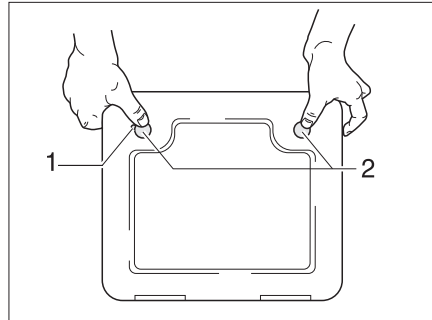

Bild 385 Klappe für die Toiletten-Kassette
- Die Klappe für die Kassette außen am Fahrzeug öffnen. Dazu den Schlüssel in den Schließzylinder des Druckschlösses (Bild 385,1) stecken und eine viertel Umdrehung drehen.
- Beide Druckschlösser (Bild 385,2) gleichzeitig mit dem Daumen drücken und die Klappe für die Kassette öffnen.